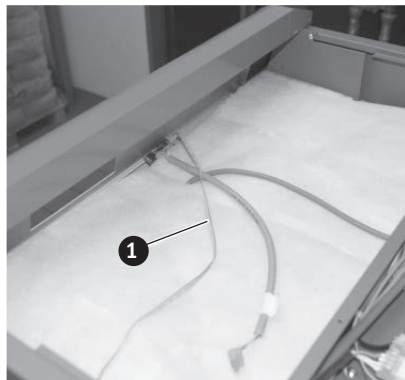
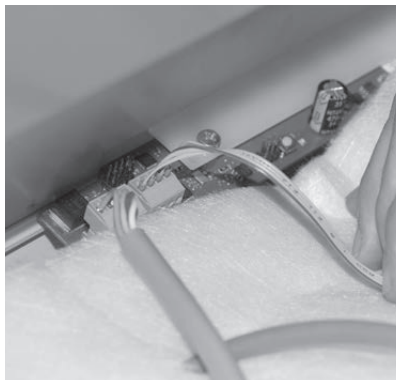

Fig. 69 Brancher le câble LON
Fig. 70 Brancher le câble LON
- ▶ Brancher le câble LON à l'intérieur dans la barre de LED – Fig. 69, Fig. 70.